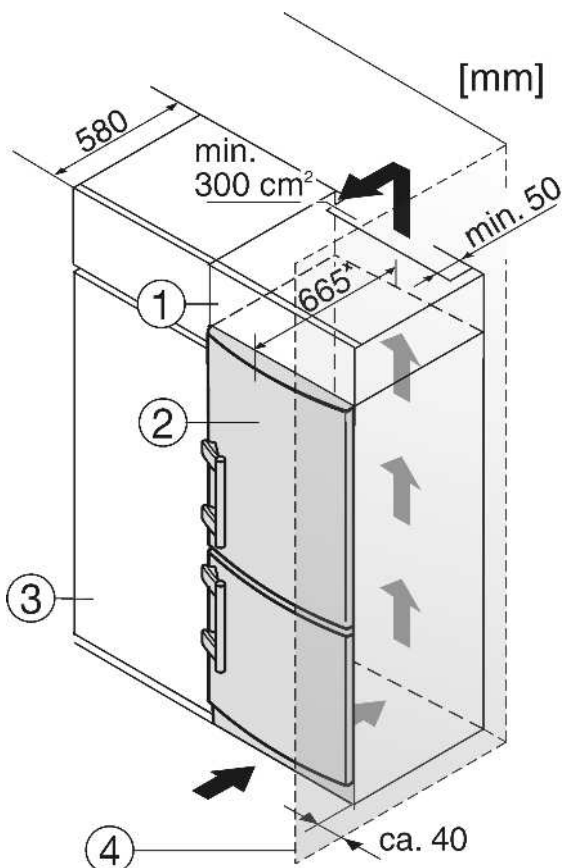

Fig. 9
- (1) Дополнительный шкафчик (3) Кухонный шкаф
(2) Устройство (4) Стенка
Устройство может быть окружено предметами кухонной обстановки. Чтобы уравнять устройство Fig. 9 (2) по высоте с кухонной стенкой, можно установить над устройством соответствующий дополнительный шкафчик Fig. 9 (1).
При комбинировании с кухонными шкафами (глубина макс. 580 мм) устройство можно установить непосредственно рядом с кухонным шкафом Fig. 9 (3). Устройство выступает сбоку на 70 мм * и по центру на 85 мм * относительно передней стенки кухонного шкафа.
Если устройство установлено на шарнирах у стены Fig. 9 (4), то расстояние между устройством и стеной должно быть не менее 40 мм. Настолько выступает ручка при открытой дверце.